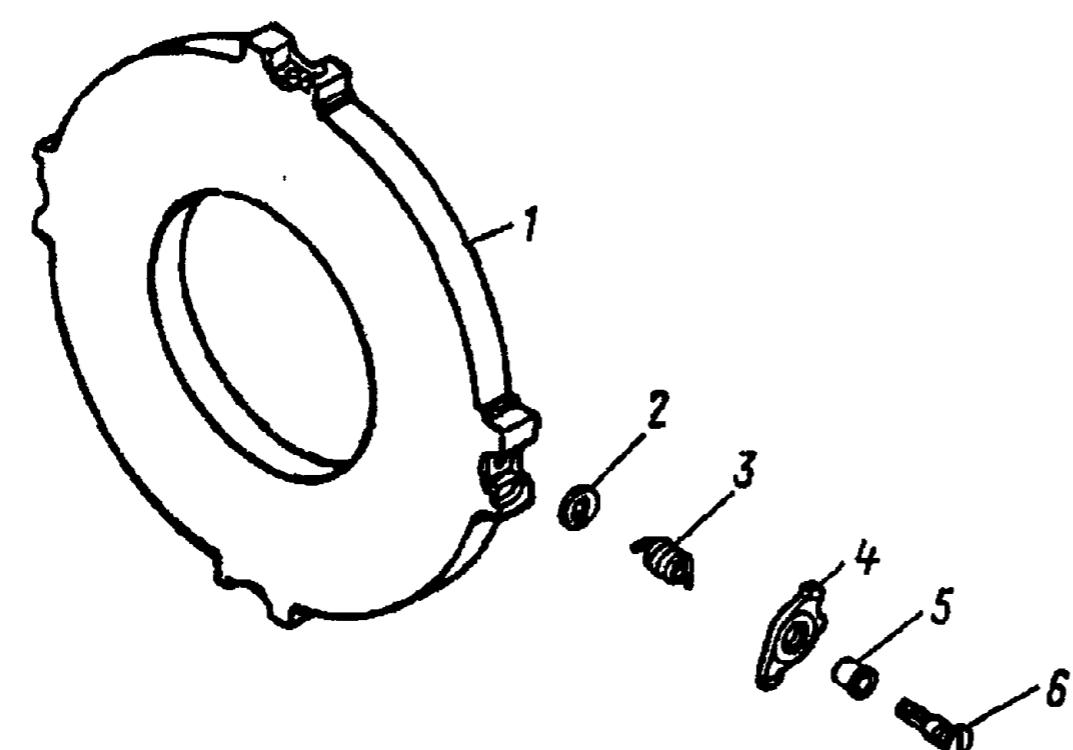

Рис. 125. Диск сцепления средний ведущий:
15. Установите средний ведущий диск 1 (рис. 125) на верстак 16. Отогните края стопорных шайб 2, выверните оси 6, снимите втулку 5, отжимной рычаг 4 и пружину 3 17. Промойте детали среднего ведущего диска и проверьте их состояние	Слесарный верстак Зубило, молоток, отвертка Установка для мойки деталей, шланг для обдува деталей сжатым воздухом